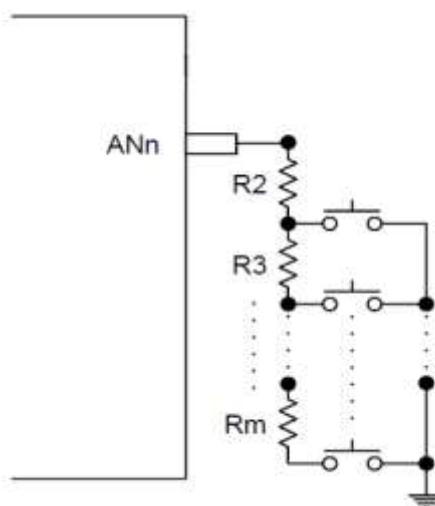

Figure 16-3 ADC 按键输入串联电阻应用参考图
6. 如果 Figure16-3 中的某个键被按下，端口上就会有一个电压值，当这个电压值小于 4.2V (@ $\text{VDD}=5\text{V}$) 时，AMWIF 标志位会被拉高。芯片也会从省电模式醒来，同时进入 ADC 中断服务程序，软件清零 AMWIF 标志；